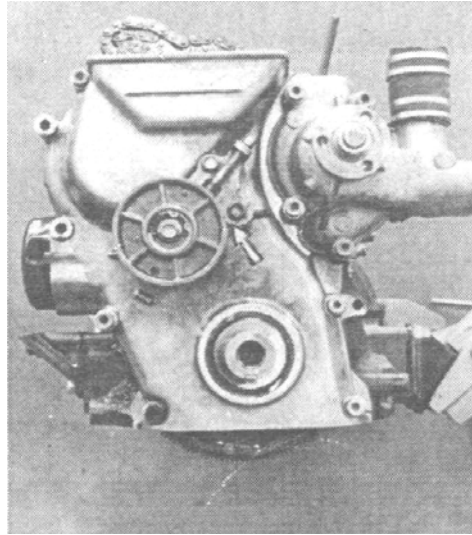

Рисунок 33 – Снятие натяжного ролика
- снять натяжной ролик (рисунок 33);